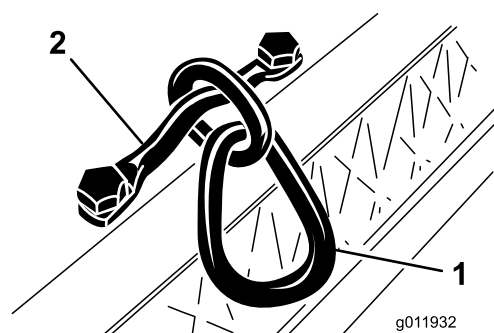

图7
**注意：** 上紧平头螺丝扭矩至  $34 \sim 40\text{Nm}$ （图7）。